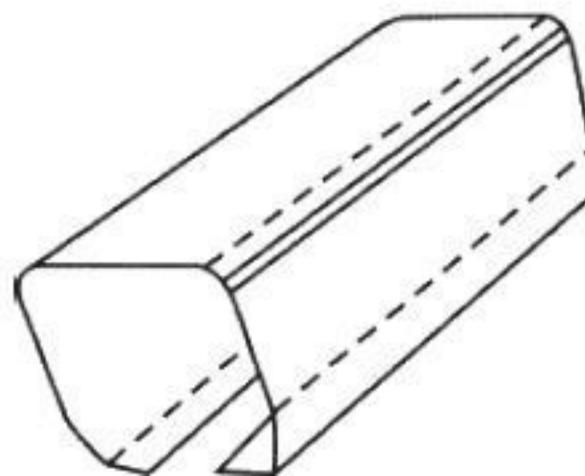

Рисунок 41. Направляющая
- металлический профиль – направляющая (рис. 41);